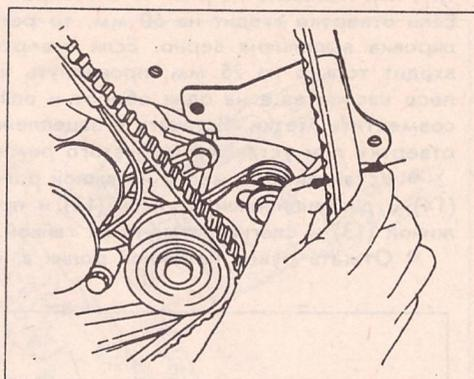

Рис. 85. Контроль натяжения зубчатого ремня у двигателя "G3". В показанной на рисунке точке ремень должен иметь прогиб 12 мм.
- Для контроля натяжения ремня взять ремень рукой, как показано на рис. 85 и надавить. Прогиб должен составить около 12 мм.
- Для проверки натяжения ремня надавить на него пальцем, как показано на рис. 85. Прогиб ремня должен составить 14 мм.